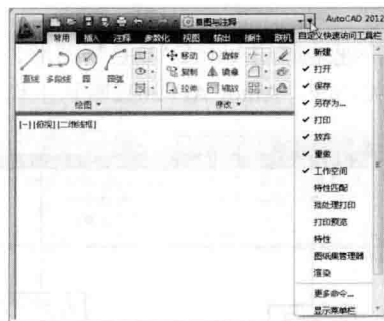

图1-8 打开工具按钮选项菜单
- ◎ **快速访问工具栏**：用于存储经常访问的命令。单击快速访问工具栏右侧的按钮, 将打开工具按钮选项列表供用户选择，如图1-8所示。